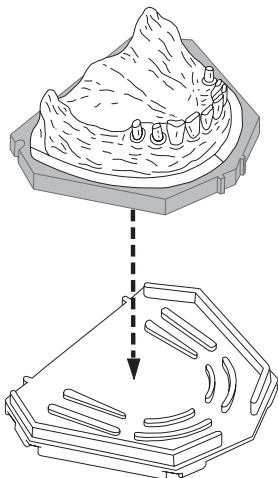

Fig. 2
8. Retourner la base en position d'éjection puis éjecter le modèle avec précaution en appuyant sur Accu-Trac vers la base en exerçant une pression régulière pour éviter de casser le modèle (Fig. 2).